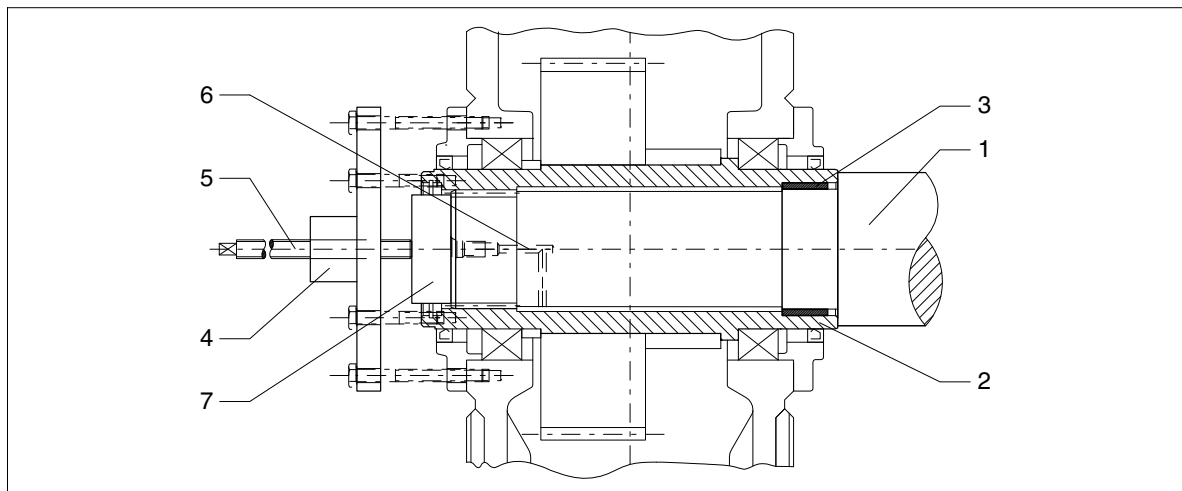
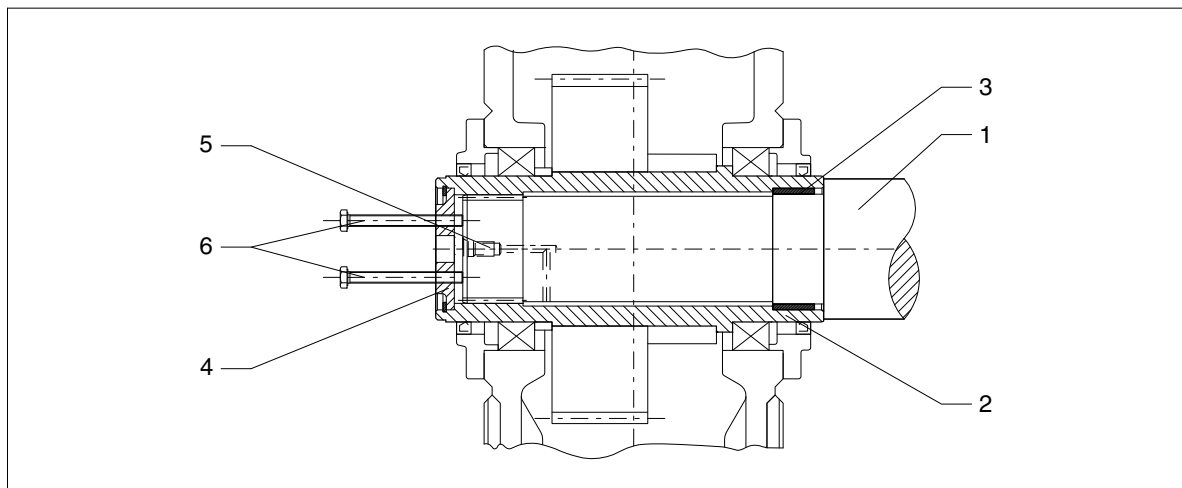

Bild 53: Hohlwelle mit Zahnradprofil, Demontage mit hydraulischem Hubgerät ("Lukas")
Bild 54: Hohlwelle mit Zahnradprofil, Demontage mit Endscheibe
- Bei Bildung von Passungsrost an den Sitzflächen, ist das Abziehen des Getriebes durch den Einsatz von Rostlöser zu erleichtern. Das Einbringen des Rostlösers kann durch den Druckölschluß (siehe Bild 53) z. B. mittels einer Pumpe erfolgen.
- Nach ausreichendem Einwirken des Rostlösers Getriebe mittels Vorrichtung abziehen (siehe Bild 53 und/oder Bild 54).
- mit Abdrückschrauben in einer Endscheibe (siehe Bild 54) oder
Wird hierbei, wie in Bild 53 dargestellt, nicht nur an der Hohlwelle abgestützt, sondern zusätzlich auch das Gehäuse mit eingebunden, so dürfen die in der nachfolgenden Tabelle 17 aufgeführten Abdrückkräfte nicht überschritten werden.